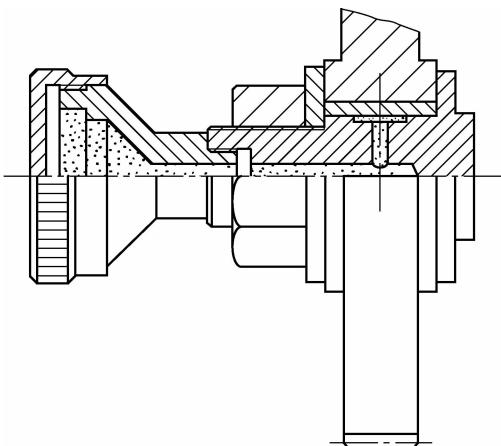

图 1-6 黄油杯润滑
(5) 黄油杯润滑,如图 1-6 所示。润滑交换齿轮箱挂轮中间轴处,每周将油脂杯加满,每天将杯盖旋进一次(半圈)。